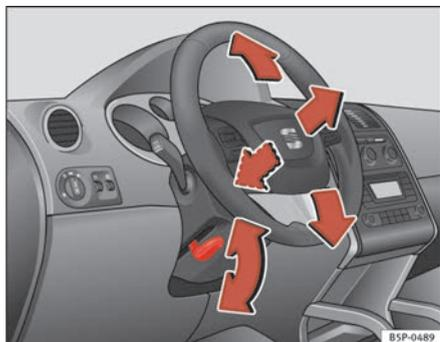

Fig. 135 Réglage de la position du volant de direction
- Poussez le levier ⇒ fig. 135 situé sous la colonne de direction vers le bas ⇒ ⚠.